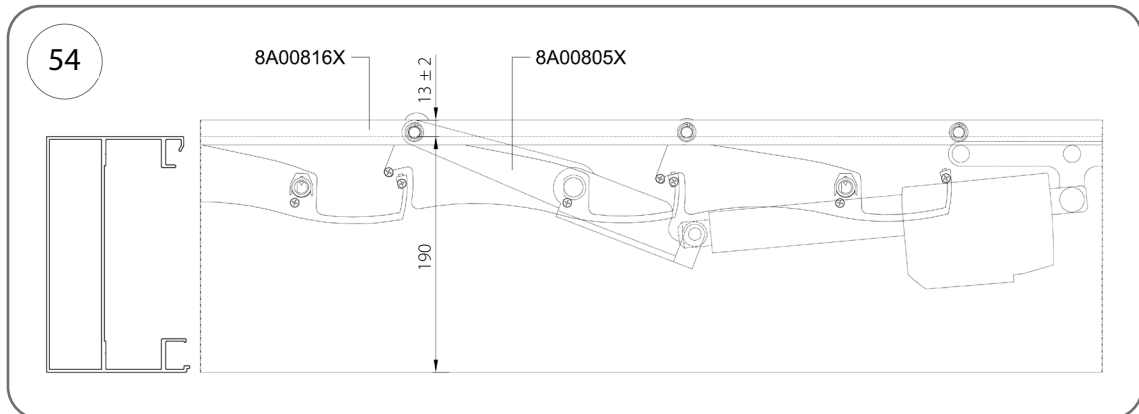

Fig. 54
3. Régler la position de fin de course fermée conformément à la fig. 54.